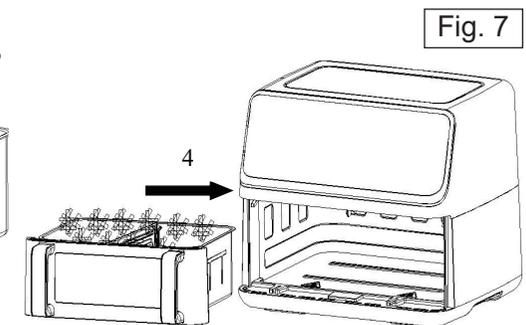

Fig. 7
- Remettez le panier dans l'appareil en le faisant glisser (Fig.7).